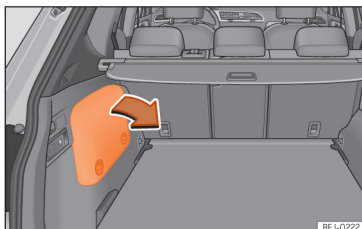

Abb. 251 Einbaulage der Batterie im Kofferraum
- Abdeckung der Seitenverkleidung abnehmen, um Zugriff auf die 12-Volt-Fahrzeugbatterie zu haben »» **Abb. 251**.